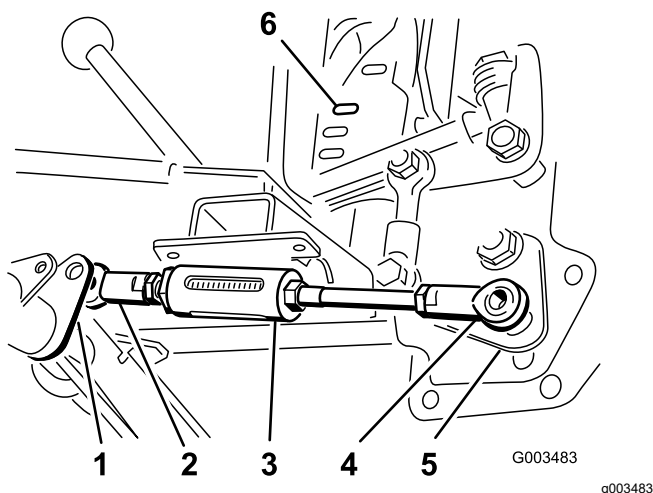

Рисунок 7
1. Поместите шаровую опору короткого конца регулируемой тяги справа от рычага регулируемой тяги на шарнирной трубе (Рисунок 7).
3. Поместите шаровую опору на длинном конце узла регулируемой тяги на шпильку на нижней стороне узла рукоятки подъема и свободно закрепите ее контргайкой (½ дюйма) (Рисунок 7).